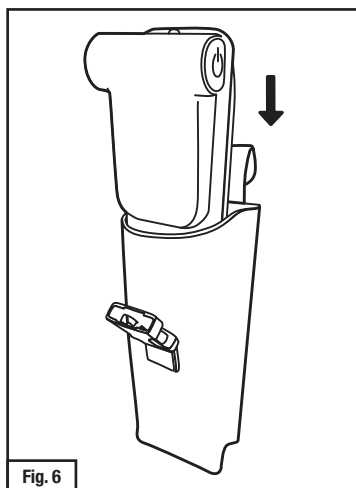

Fig. 6
- O estojo pode ser usado em ambos os lados do cinto de fixação. Se optar por usar a bateria e estojo no lado **direito** do cinto, deslize o adaptador TR-659 com a bateria no estojo TR-656 com o lado da bateria de frente para cinto (lado de trás) do estojo (Fig. 6).